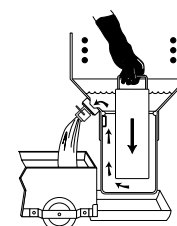

ABBILDUNG 16
6. **! VORSICHT:** Tragen Sie Schutzhandschuhe, lassen Sie das Ablassventil geöffnet und verwenden Sie das Verdrängungswerkzeug, um so viel Frittieröl nach oben und aus dem Ablassventil zu drücken, dass der Auffangbehälter sicher abgenommen werden kann (siehe Abbildung 16).